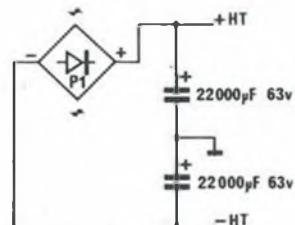

Figura 4. Soluzione da evitare.
A partire dall'uscita del ponte rettificatore P1, nelle Figure 4, 5 e 6 proponiamo diverse possibilità di alimentazione c.c. Quella in Figura 4 è da evitare negli amplificatori autocostruiti. Il suo unico vantaggio è il prezzo molto contenuto, ma gli inconvenienti sono notevoli:
5) È inutile scegliere tipi di condensatori a bassa resistenza di serie, che sono enormi e dispendiosi, tranne forse i Philips RTC che abbiamo avuto occasione di provare. Insomma, l'alimentazione mostrata in Figura 4 va bene solo in ambiente dove il suono di un piano all'ora del non deve rischiare di svegliare il gatto. Se la vostra preferenza va a questo schema, è inutile che finiate di leggere l'articolo: compratevi un semplice amplificatore bipolare musicale, e siete a posto.